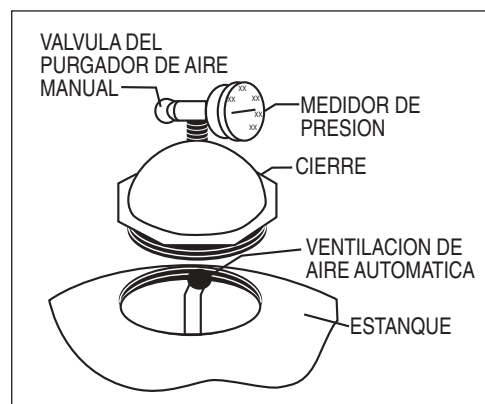

Figura 1.
- Pivotee el difusor fuera del centro del estanque en los TR40, 50, 60, TR60 ClearPro, 100 y 140 rotando el conjunto del difusor en el sentido contrario en que giran las manillas del reloj. (**AVISO:** El conjunto del multidifusor no se debe mover en los modelos TR100HD, TR100C, TR100C-3 y TR140C, TR140C-3. Después de instalar el material del filtro tal como se ha descrito a continuación revise para verificar que las partes superiores de los difusores estén paralelas con la parte superior de la capa de arena.) Llene el estanque con agua hasta alrededor de la mitad. Vacíe gravilla primero (si se va a usar) y luego arena en la parte superior del filtro lentamente de modo que el impacto del material del filtro no dañe los laterales. Vea la información en la Tabla 2 en este manual para verificar la cantidad de arena y grava adecuada. Llene el filtro al nivel adecuado para mantener el espacio libre (vea la Tabla 2). Pivotee el conjunto del difusor de nuevo a su posición vertical si es que se movió. Asegúrese que la ventilación de aire automática está sobresaliendo en la parte superior del cierre tal como se indica a continuación en la Figura 1. Asegúrese que la ventilación de aire automática está en el centro del cierre del filtro. Lave toda la arena alrededor de la abertura roscada en la parte superior del estanque.